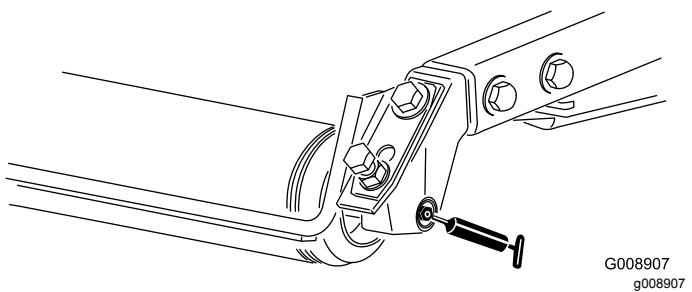

Figura 52
- Cojinetes de los rodillos traseros (2 por unidad de corte) (Figura 52).